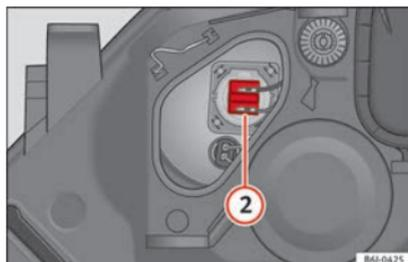

Fig. 183 Feux de route.
- Retirez le connecteur »» fig. 183 **2** en tirant vers l'extérieur.